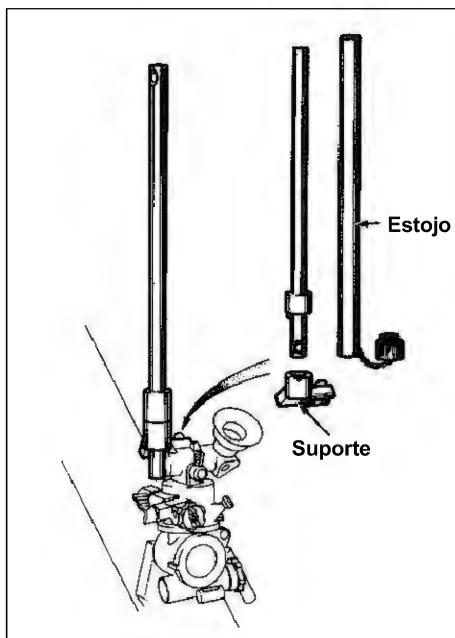

Fig 1-17. Periscópio, seu estojo e seu suporte
**a. O periscópio** - Consiste de um tubo de metal com duas janelas circulares. A distância entre os centros destas janelas é de 356 mm, possibilitando uma pontaria de 6400 milésimos em torno do morteiro. Na parte inferior do periscópio existe um colar de metal com duas pequenas saliências que se encaixam perfeitamente no suporte do periscópio. É um equipamento de precisão e mecânica acurada e deve ser guardado em segurança em seu estojo quando não está sendo utilizado. O periscópio e seu suporte deve ser utilizado somente em seu aparelho de pontaria C2, conforme a numeração e marcas do equipamento. Ele pode em situações de emergência ser usado em outro aparelho de pontaria mas deve-se observar as orientações do Capítulo 4, Artigo I - Testando e Ajustando o Aparelho de Pontaria C2. (Fig 1-17)